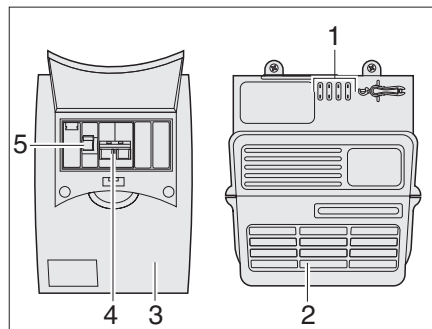

Bild 90 Transformatorheten och automatsäkring
230 V-automatsäkringen (Bild 90,3) är monterad bredvid transformatorheten (Bild 90,2).
I säkringslådan (Bild 90) finns huvudsäkringen (Bild 90,4) och en jordfelsbrytare (Bild 90,5).
Jordfelsbrytaren (Bild 90,5) mäter strömflödet från strömtillopps- och returledningarna. Om det är en jämvikt mellan de båda ledningarna aktiveras inte jordfelsbrytaren. Om det uppstår en differens mellan ledningarna avbryter brytaren strömflödet omedelbart. På så sätt förhindras farliga strömolycksfall.
- Tryck huvudbrytaren (Bild 90,4) uppåt till läge "ON".
- Tryck jordfelsbrytaren (Bild 90,5) uppåt till läge "ON".